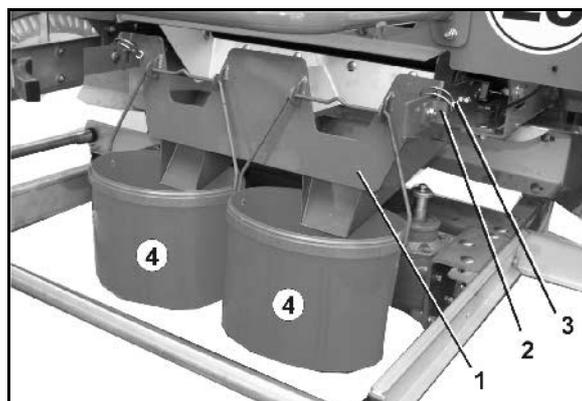

Рис. 52
6. Устройство для контроля нормы внесения (Рис. 52/1) навесьте в накладки (Рис. 52/2) и закрепите при помощи пальца с пружинной защелкой (Рис. 52/3).
7. Навесьте на крюки под выпускными отверстиями в зависимости по одному ведру (Рис. 52/4).